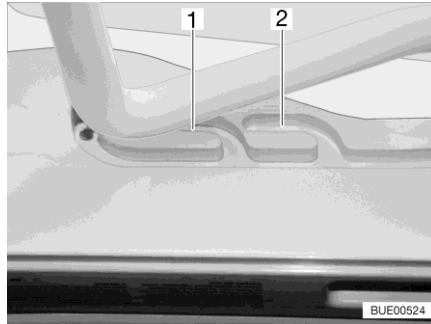
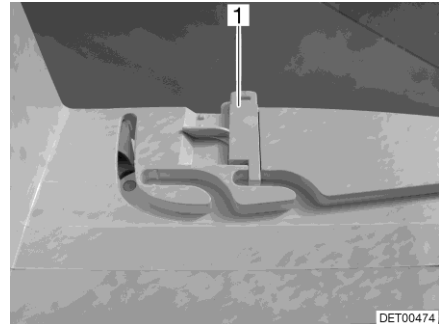

Fig. 117 Guía (posición de ventilación)
Fig. 118 Bloqueo (posición de ventilación)
La claraboya Heki se puede colocar en dos posiciones de ventilación: Posición de mal tiempo (Fig. 117,1) y posición mediana (Fig. 117,2). Según el modelo, la claraboya podrá ser bloqueada en la posición central con los dos pestillos (Fig. 118,1) a la izquierda y la derecha en el marco de la claraboya.
- Presionar el estribo ligeramente hacia arriba y empujarlo en la guía seleccionada (Fig. 117,1 ó 2) y, si fuera necesario, bloquearlo.